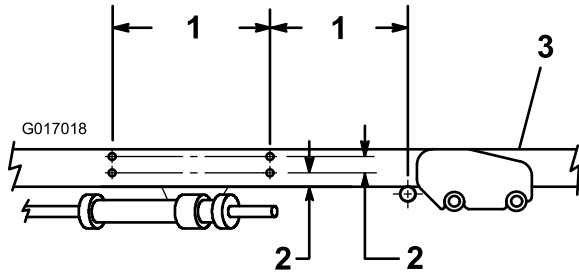

Рисунок 4
3. Сверьтесь с размерами, приведенными на Рисунок 4, при размещении, разметке и сверлении 4 отверстий (диаметром 9/32 дюйма или 7 мм) в правой рамной трубе.